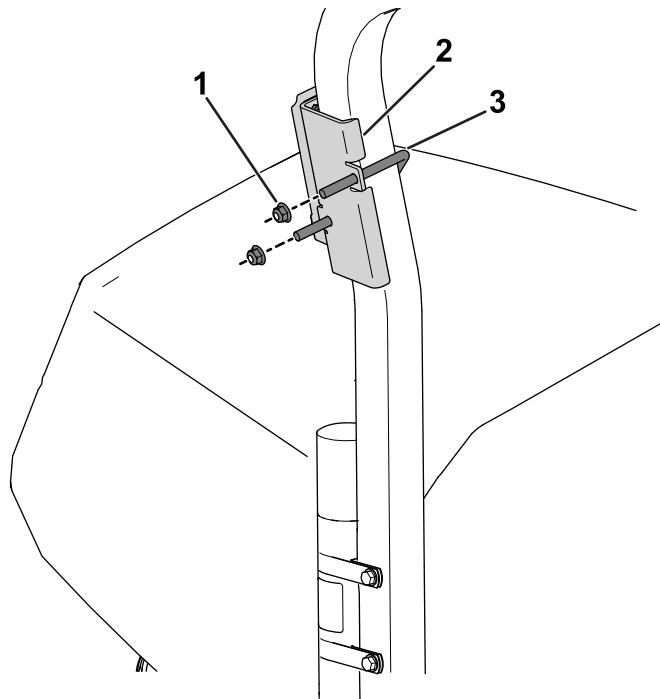

Figura 8
2. Utilice un perno en U y 2 tuercas con arandela prensada (3/8") para sujetar el soporte del dispositivo encima del tubo del manual de la barra antivuelco (Figura 8).